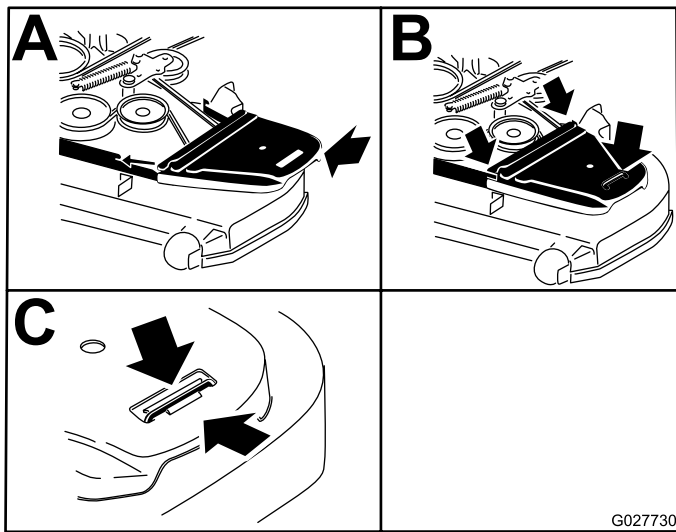

Figure 88
12. Posez les couvercles de courroie (Figure 88).